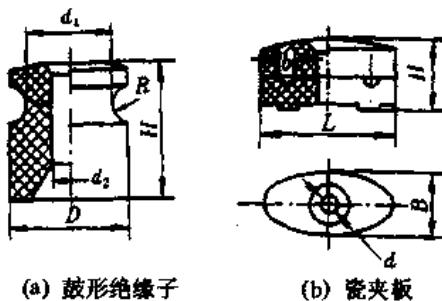

图 2-40 低压布线绝缘子
(1) 低压针式绝缘子 是低压架空线路常用的绝缘子，适合用电量较大、环境比较潮湿、电压在 500V 以下的交直流架空线路中作固定导线用。
(2) 低压蝶式绝缘子 一般用于绝缘和固定 1kV 及 1kV 以下线路的终端、转角等，适用场合与针式绝缘子相同。
(3) 低压布线绝缘子 主要有鼓形绝缘子和瓷夹板，多用于绝缘和固定室内低压配电和照明线路，其外形如图 2-40 所示，技术规格见表 2-15 和表 2-16。